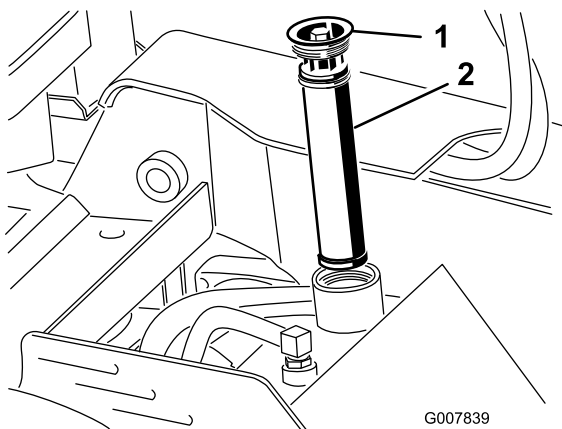

Figura 58
5. Retire y deseche el filtro usado (Figura 58).
6. Instale el tapón de llenado y el filtro hidráulico nuevo (Figura 58) y apriete el perno a 13-15,5 N-m.
6. Retire el tapón de llenado del depósito hidráulico y el filtro (Figura 58).
12. Instale el filtro hidráulico y el tapón de llenado (Figura 58) y apriete el perno a 13-15,5 N-m.